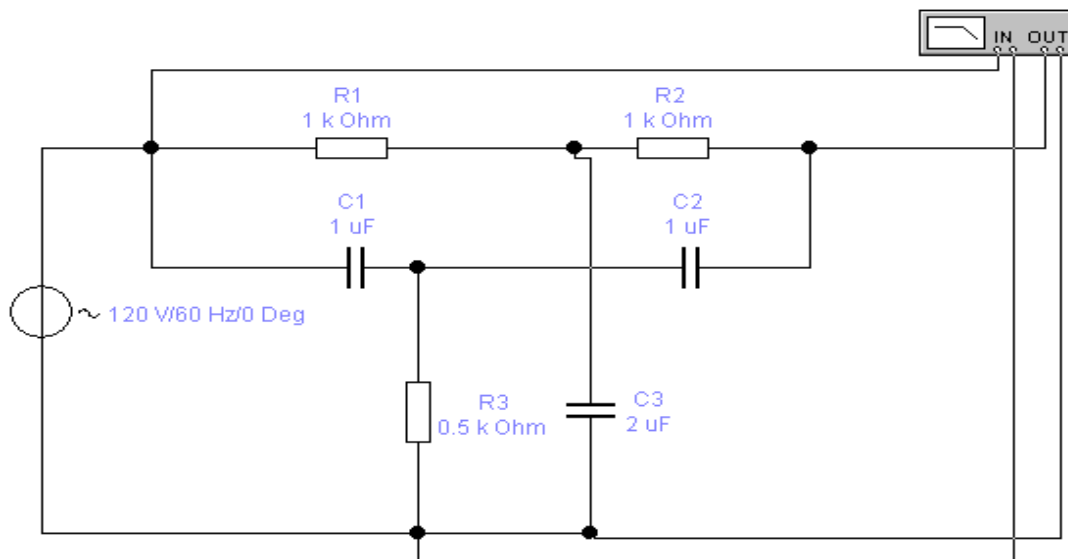

Рисунок 8.8 - Схема подвійного Т-образного моста
25. Скласти схему рис. 8.8 та підключити Бодє плотер.